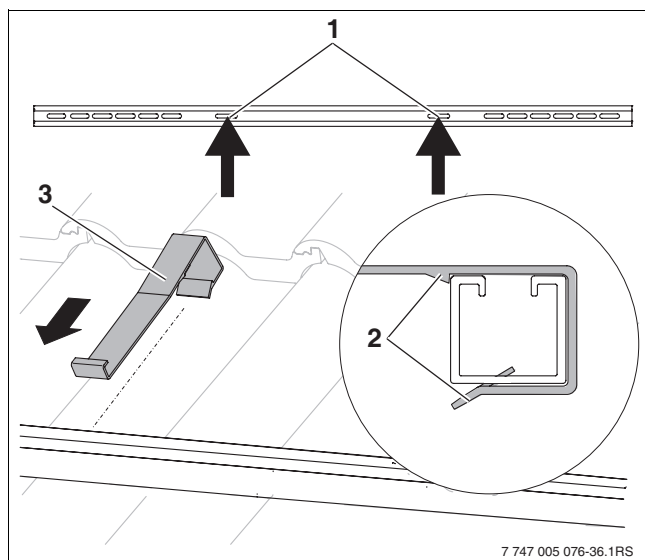

Fig. 45 Accrocher le dispositif de sécurité anti-glissement
- Glisser les dispositifs anti-glissement (→ fig. 45, [3]) dans les perforations longitudinales intérieures [1] par l'extérieur au-dessus du rail profilé jusqu'à ce qu'ils s'enclenchent [2].